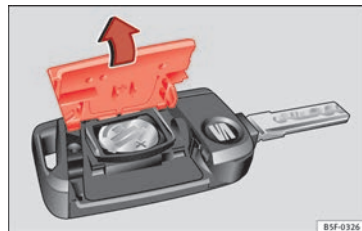

Fig. 125 Chiave del veicolo: aprire il coperchio del vano della batteria.
- Togliere il coperchio della parte posteriore della chiave del veicolo » fig. 125 nella direzione indicata dalla freccia » ❶.
- Collocare il coperchio come illustrato » fig. 125 e inserirlo nel vano batteria nella direzione contraria a quella indicata dalla freccia.
❶ ATTENZIONE